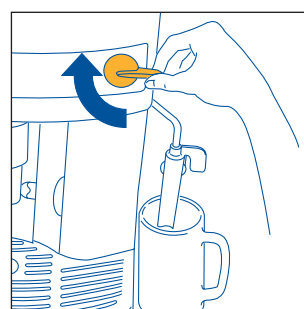

Рис. 6
4. Через несколько секунд из устройства для взбивания молока начнет вытекать вода. Когда чашка будет наполнена примерно 50-70 мл воды, поверните ручку подачи пара по часовой стрелке на половину оборота, рис. 6, до упора, так чтобы вода перестала течь.
- Поверните регулятор подачи пара по часовой стрелке до упора, рис. 6, для того, чтобы прервать выход воды и переведите устройство для взбивания молока в первоначальное положение, направив с центр кофеварки. Рекомендуется подавать горячую воду не дольше, чем 2 минуты.
- После достижения требуемой температуры (идеальная температура – 60°C) прервите подачу пара, повернув регулятор подачи пара по часовой стрелке до упора, рис. 6. Рекомендуется подавать горячую воду не дольше, чем 2 минуты.